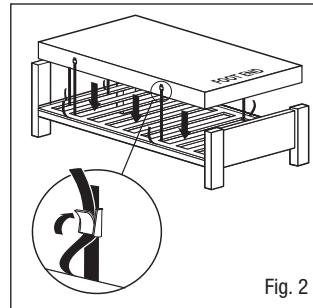

Fig. 2
3. Sätt fast madrassen i sängstommen med justerbara remmar – dra remmarna runt sängstommens plattform och fäst med spännpenna (Fig. 2), lämna utrymme för rörliga delar på de elektriska sängstommarna. Detta är viktigt då det hindrar att madrassen separeras från sängstommen och orsakar potentiella skador hos patienten. Ett kit med förlängningsremmar finns tillgängligt för bäddsoffor (delnummer 11062).